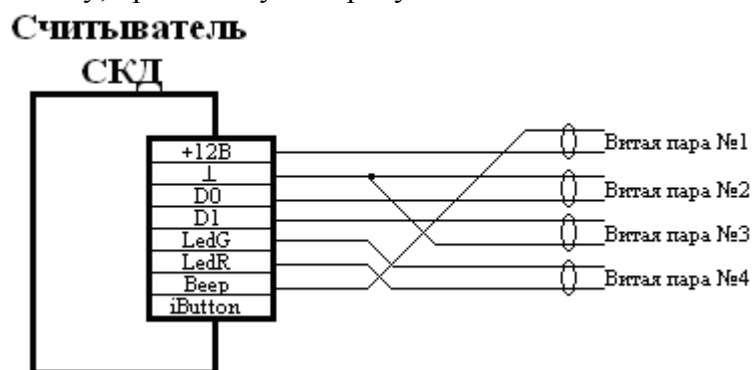

Рисунок 8.7: Нарращивание провода считывателя с использованием витой пары.
8.1.2 Для подключения считывателя, с использованием 4-х витых пар необходимо использовать схему, приведенную на рисунок 8.7.